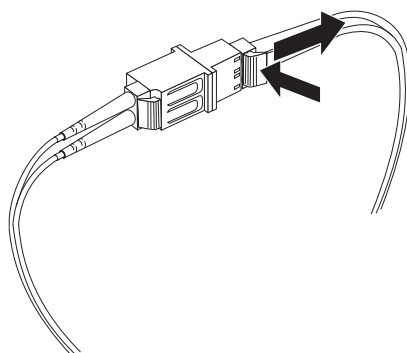

Figura 27. Extracción del cable LC-LC de canal de fibra de un adaptador de cable LC-SC de canal de fibra
2. Tire con cuidado del conector para extraerlo. Asegúrese de sujetar el conector y no el cable cuando extraiga el cable LC-LC del adaptador de cable LC-SC, tal como se muestra en la Figura 27.